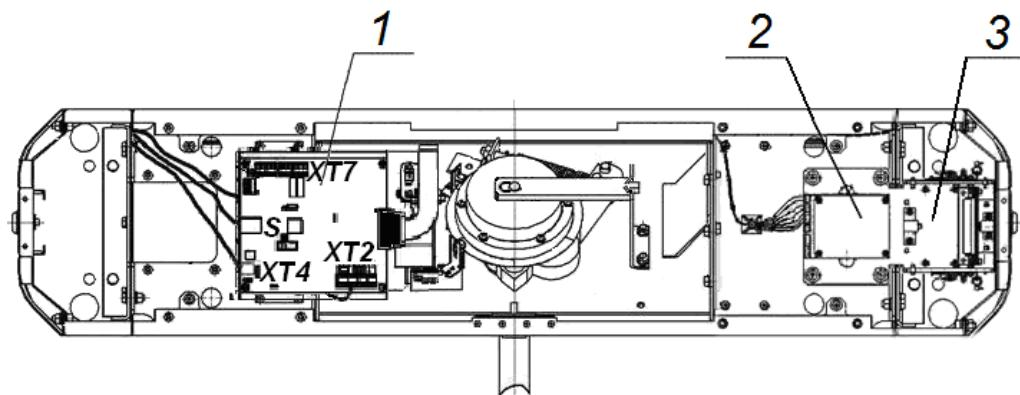

Рисунок 11. Схема прокладки кабелей в стойке ЭП:
10. Снимите крышку ЭП (3) согласно разд. 6.
11. Протяните кабели внутри стойки. Рекомендуемое расположение кабелей при прокладке внутри стойки показано на рис.11.
15. Выполните заземление стойки ЭП в соответствии с требованиями ПУЭ («Правила устройства электроустановок»). Контакт заземления **Z3** (7, рис. 11) находится за боковой заглушкой стойки (14). Для крепления кабеля заземления на контакте используйте гайку M4.
16. Подключите кабель *Ethernet* (18) к разъему **S1** на плате контроллера ЭП.
19. После подключения всех кабелей и закрепления стойки на полу установите на место крышку (3), боковую заглушку стойки и контейнер картоприемника на свои места в порядке, обратном снятию.
- Снимите с поворотного механизма крышку (6), отвернув винт M4x25.
- Отверните болт M8x30, установленный на преграждающей планке (5).
- Установите в рабочее положение крышку (6), закрепив ее винтом.
При производстве механизм картоприемника (3, см. рис. 11) установлен со стороны считывателя №1 (A2).
1. Снимите крышку (3) в порядке, указанном в разд. 6.
2. Извлеките контейнер картоприемника (12), открыв замок (13).
3. Извлеките заглушку (14) с противоположной стороны, открыв замок (15).
4. Демонтируйте торцевые крышки (9, 10); каждая крышка крепится двумя винтами M4x16 и двумя шурупами Ø4,2x19 снизу со стороны контейнера (12) или заглушки (14). Кабели считывателей, находящихся внутри торцевых крышек, не отсоединяйте.
6. Демонтируйте заглушку (11) из торцевой крышки (9) и установите ее в торцевую крышку (10); заглушка крепится двумя шурупами Ø2,9x9,5.
7. Отсоедините кабель картоприемника от платы управления картоприемника A1 (2, рис. 11).